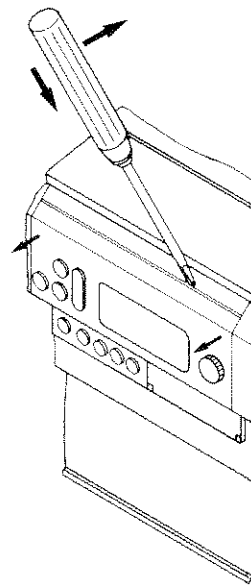

Abb. 3
3. Bedieneinheit mit einem Schraubendreher aus der Frontplatte der Dekamatik an den dafür vorgesehenen Aussparungen ausrasten und herausnehmen (Abb. 3).